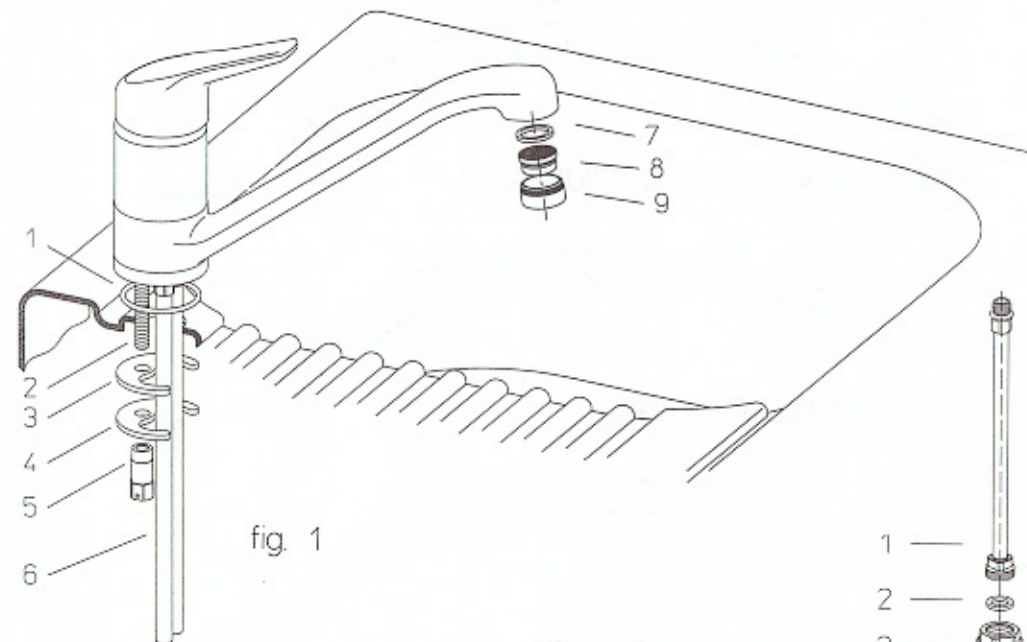

fig. 1
**ISTRUZIONI PER L'INSTALLAZIONE (fig. 1)**
**INSTALLATION INSTRUCTIONS (fig. 1)**
**NOTICE MONTAGE (fig. 1)**
**MONTAGEANLEITUNGEN (fig. 1)**
**ISTRUCCIONES PARA LA INSTALACIÓN (fig. 1)**